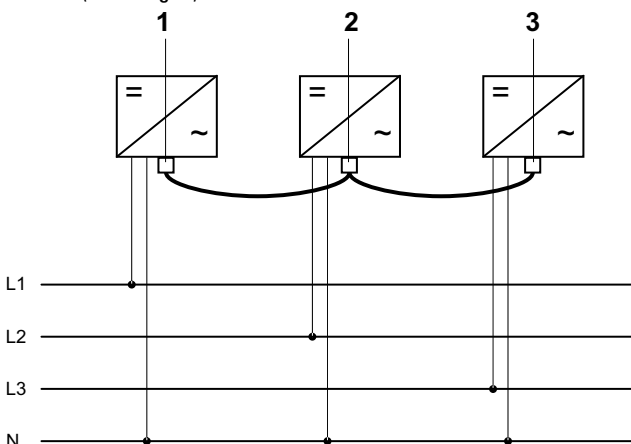

Fig. 1 Esquema de instalación
- Cada uno de los inversores PLATINUM de un grupo está conectado a una de las tres fases (véase fig. 1).